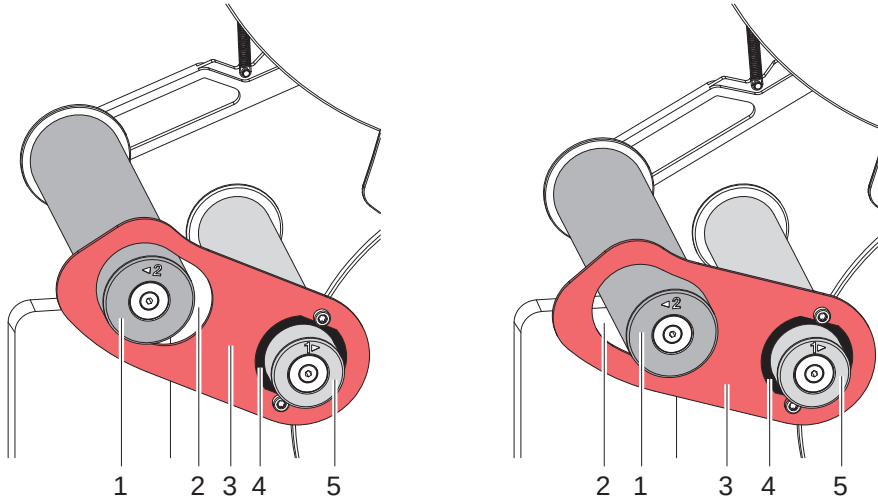

Bild 20 Schaltpunkt der Bremse prüfen
1. Pendelarm mit Umlenkrolle (1) nach unten drücken
2. Lehre (3) mit Bund (4) auf die Umlenkrolle (5) aufschieben und dabei Umlenkrolle (1) mit Langloch (2) erfassen.
3. Pendelarm loslassen, so dass sich die Umlenkrolle (1) am oberen Ende des Langlochs (2) anlegt (Bild 20 links).
4. Pendelarm nach unten drücken, so dass sich die Umlenkrolle (1) am unteren Ende des Langlochs (2) anlegt (Bild 20 rechts).